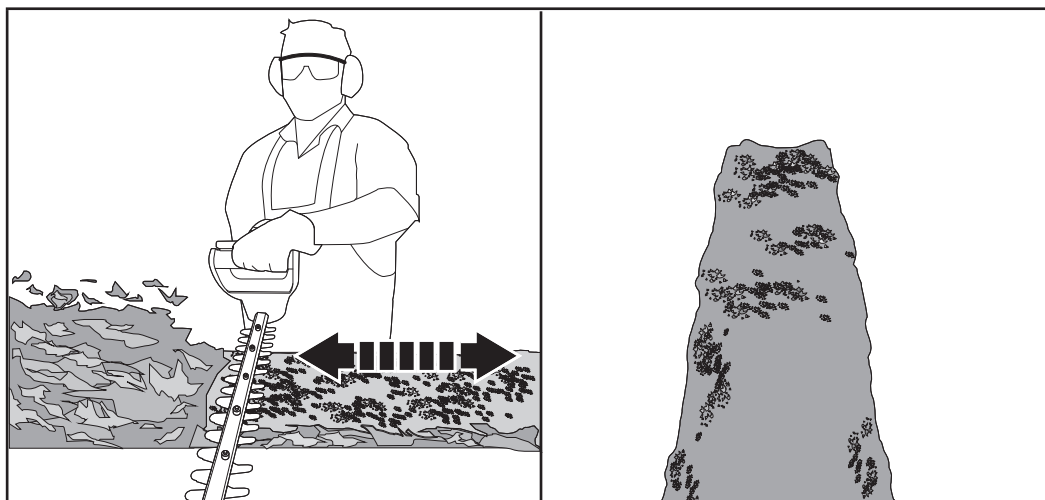

Fig. 7
- Para obter um melhor resultado, corte por etapas, em vez de tentar cortar de uma só vez, se a área a cortar for particularmente longa (Fig. 7). As plantas cortadas mais pequenas permitem uma compostagem mais fácil.
- As sebes devem ser aparadas em forma de trapézio (Fig. 7). Um corte trapezoidal corresponde ao crescimento natural das plantas e resulta num melhor crescimento da sebe, pois irá receber mais luz na extremidade inferior da sebe.